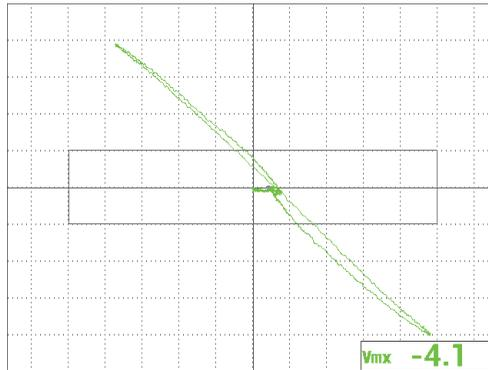

Figura 5-61 Il segnale dopo la regolazione precisa
1. In base alle proprie esigenze, definire i parametri dell'allarme, il segnalatore acustico o il segnalatore acustico esterno (intensità sonora maggiore). Per maggiori dettagli sugli allarmi, riferirsi alla sezione "Menu degli allarmi" a pagina 312. I parametri di allarme illustrati nella Figura 5-61 a pagina 183 possono essere usati come allarme della finestra **NEGATIVO**.
Il segnale risultante dovrebbe essere simile a quello illustrato nella Figura 5-61 a pagina 183. Notare che i valori dell’ampiezza massima e dell’angolo del segnale sono visualizzati per impostazione predefinita. Per maggiori informazioni sul tipo o la posizione della lettura sulla schermata del diagramma d’impedenza, riferirsi alla sezione “Visualizzazione delle letture in tempo reale” a pagina 65.